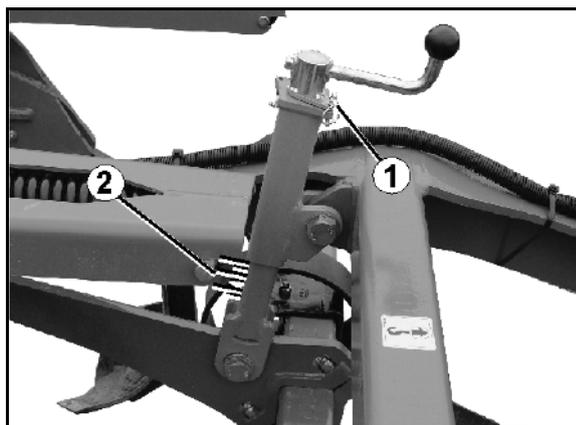

Fig. 43
1. Retirez la goupille (Fig. 43/1).
- A fins d'indication, les unités de réglage comportent une échelle (Fig. 43/2).